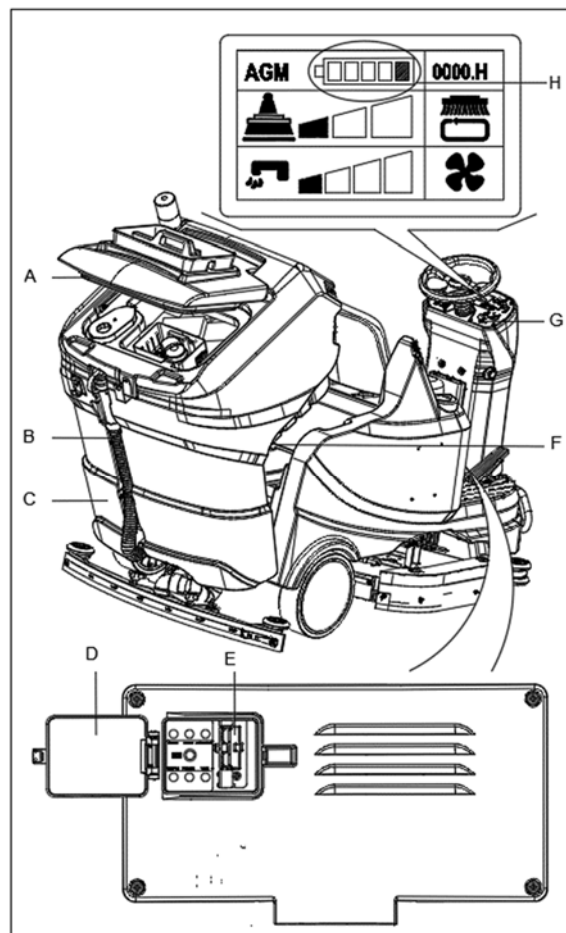

Рис. 16
1. Откройте крышку (А, рис. 16) и убедитесь, что бак грязной воды (С, рис. 16) пуст; в противном случае слейте из него воду при помощи сливного шланга (В, рис. 16).
3. Поверните ключ зажигания (G, рис. 16) в положение «0».
5. Откройте защитную крышку (D, рис. 16). Подсоедините разъем зарядного устройства к разъему машины (E, рис. 16). Когда зарядное устройство батареи подключено к электросети, все функции машины автоматически отключаются.
9. Вставьте ключ зажигания (G, рис. 16) и поверните его в положение «I». Проверьте состояние батарей на экране дисплея (H, рис. 16).